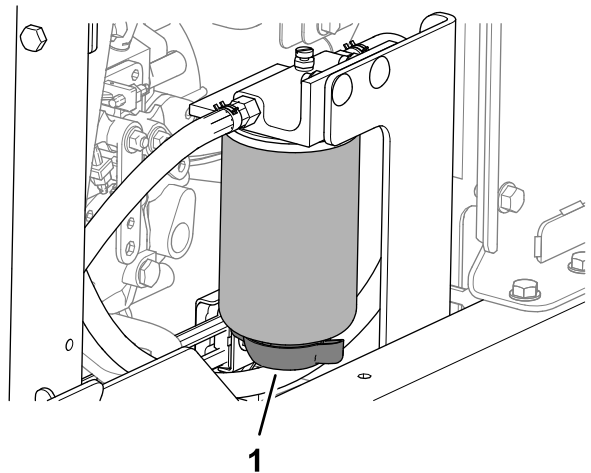

図 84
3. 水セパレータのドレンバルブの下に回収容器を置く **図 84**。